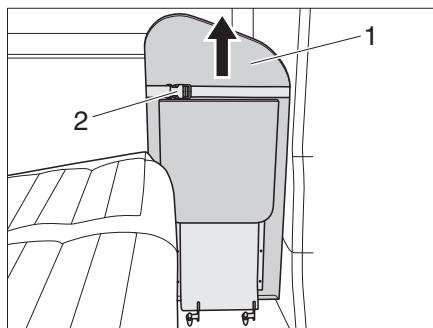

Figura 33 Desplegar el tablero de la mesa
- Abrir el cierre de la correa de tensión (Figura 33,2).
- Empujar el tablero de la mesa (Figura 33,1) hasta el tope y luego girar hacia abajo hasta que el soporte encaje en su lugar.
- Cerrar el cierre de la correa de tensión (Figura 33,2).